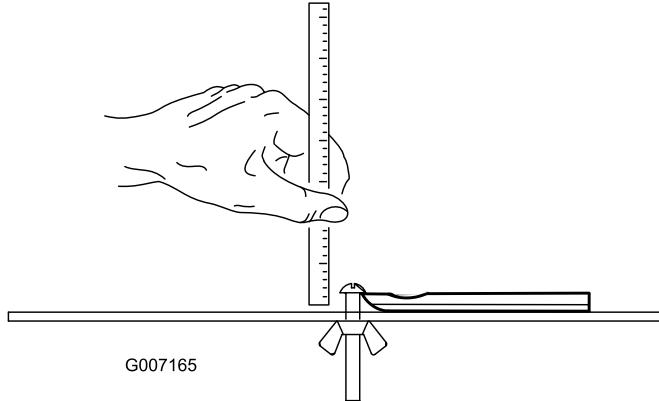

Figura 29
**Nota:** Tutte le misure relative al limite di assistenza della controlama vengono prese dall'estremità inferiore della controlama (Figura 29)